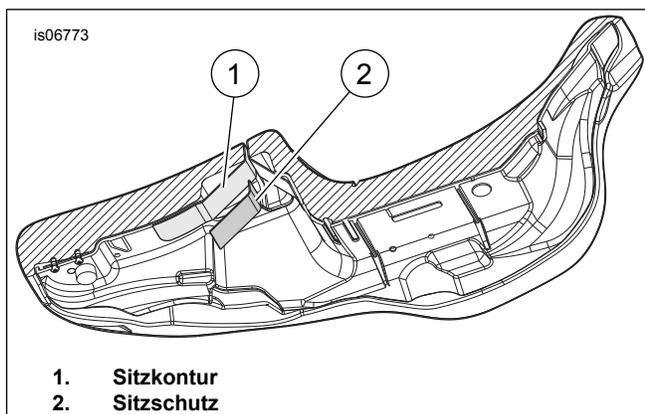

Abbildung 9. Unterseite des Sitzes
13. Siehe Abbildung 9 >. Die Form der Oberfläche, die der Sitzschutz (2) abdecken wird, beachten und sanft den Schutz so formen, dass er sich an die Sitzkonturen (1) anpasst.